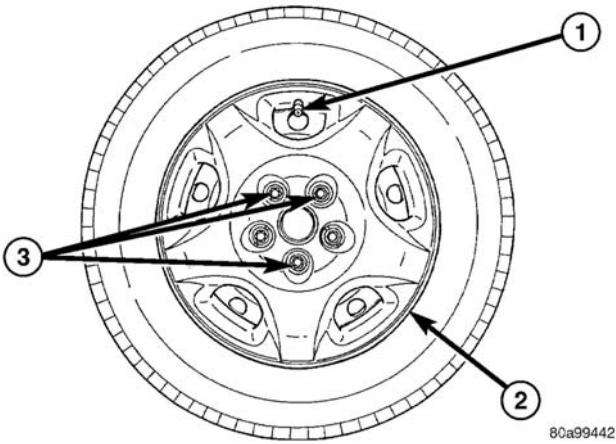

图 30 螺母固定车轮罩
车辆使用螺栓安装车轮罩（图 30）。
除非 5 个车轮安装螺母中的 3 个被拆卸下，否则由螺栓安装的车轮罩不能被拆除（图 30）。车轮罩可以在剩下的两个车轮螺母紧固的情况下被拆卸下来。
将固定车轮罩到车轮和轴头上的三个车轮螺母拆卸下来（图 30）。
- （2）安装并轻轻拧紧剩下的三个车轮固定螺母，使车轮罩固定到位（图 30）。